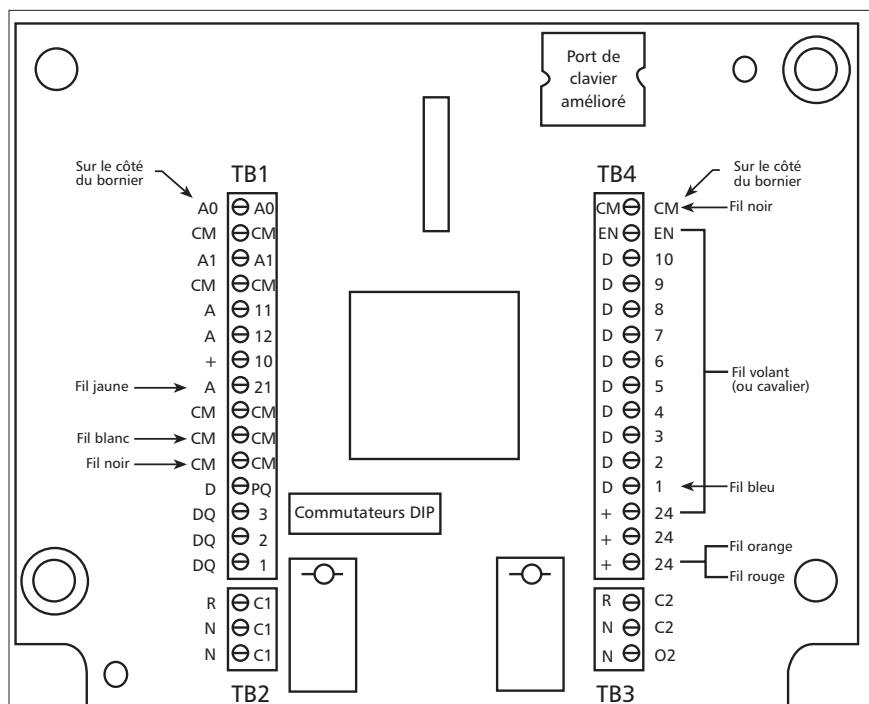

Figure 6
La figure 6 montre les bornes de la carte entrée-sortie de la tête de commande de l'AV II. (Cette carte n'est pas accessible à l'utilisateur.) Les fils sont chromocodés et connectés à la carte en usine. On notera que, en raison du manque d'espace, les éléments des codes de borne peuvent être répartis sur deux ou trois des faces du bornier, séparés par la vis de borne (exemples : A11 et NC2). La carte est munie des quatre borniers suivants, amovibles pour faciliter le câblage sur place :
X2-6* : contact normalement ouvert du relais du voyant Marche de la carte de commande interne (bornes RC2, NC2 et NO2 du bornier TB3 — v. fig. 6, p. 10).
* Les bornes X2-4, X2-5 et X2-6 sont reliées à la carte de commande interne pour le relais du voyant Marche (moteur). Pour connecter un relais de voyant Marche extérieur, utiliser les bornes RC2, NC2 et NO2 du bornier TB3 (v. fig. 6, p. 10), décrites en p. 11.